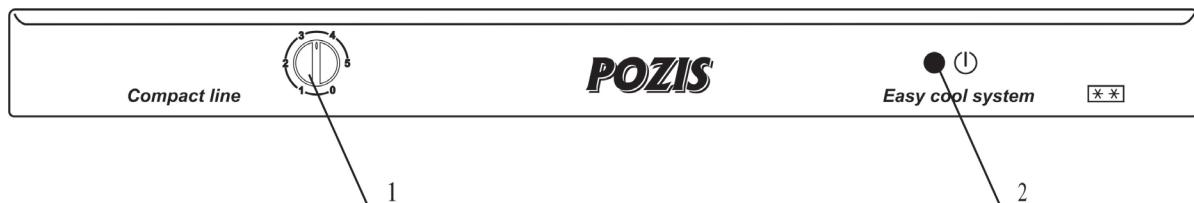

Рис.2 Регулировка температурного режима
6.1. Включение и выключение холодильника производится штепсельной вилкой сетевого шнура (не рекомендуется тянуть за сетевой шнур). Загоревшееся индикаторная лампа 2 (рис.2) свидетельствует о том, что холодильник включен в электросеть.
6.2. Температурный режим в холодильнике устанавливается путем поворота ручки терморегулятора 2 (рис.2) до выбранного по шкале температурного режима. При этом: